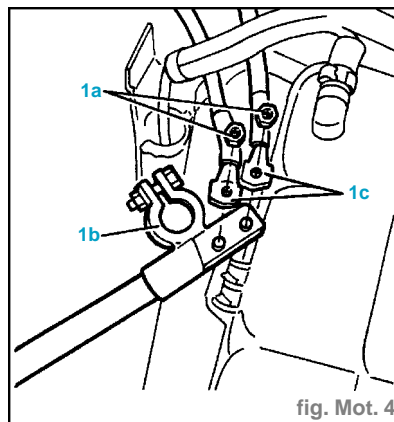

fig. Mot. 4
- Dévisser les écrous (1a) et débrancher la borne positive de la batterie (1b) au niveau des câbles (1c) (fig. Mot. 4).